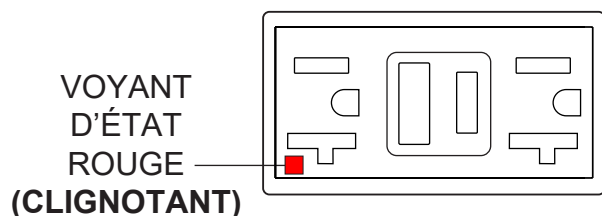

Figure 60. Réceptacle GFCI (D.E.L. rouge clignotante)
- Si le **voyant d'état** (Figure 60) **clignote (ROUGE)**, **N'UTILISEZ PAS** la prise GFCI. Remplacez-la immédiatement.